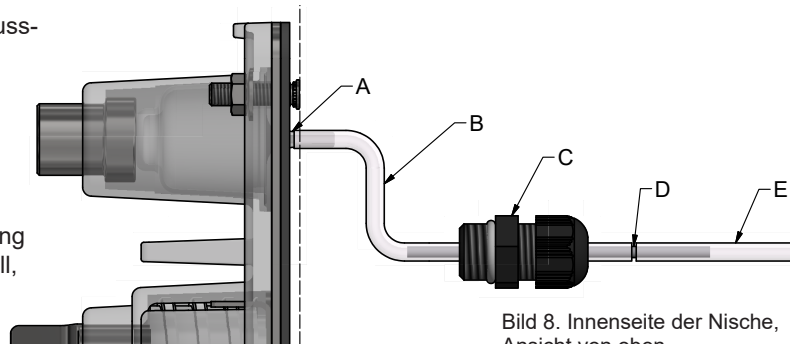

Bild 8. Innenseite der Nische,
1. Schneiden Sie ein Stück des mitgelieferten Schlauchs für Teil 1 (den inneren Teil) des Startschlauchs (B) zu, siehe Bild 8. *Beachten Sie, dass für die Schlauchlänge künftige Servicearbeiten berücksichtigt werden müssen, egal ob der Wasserstand im Pool abgesenkt werden muss oder nicht.*
2. Montieren Sie den Startschlauch Teil 1 am Anschlussnippel (A) in der Nische.
3. Ziehen Sie das andere Ende des Startschlauchs auf das Metallrohr (D) auf und lassen Sie etwa ein Drittel des Rohrs aus dem Schlauch herausragen.
4. Ziehen Sie den Schlauch mit dem Rohr durch die im Stopfen sitzende Kabelverschraubung (C). Das Rohr muss in der Mitte der Kabelverschraubung sitzen, wobei etwas Schlauch B außerhalb sein soll, siehe Bild.
7. Ziehen Sie Startschlauch Teil 2 (E) auf den Teil des Rohrs auf, der aus der Kabelverschraubung herausragt.